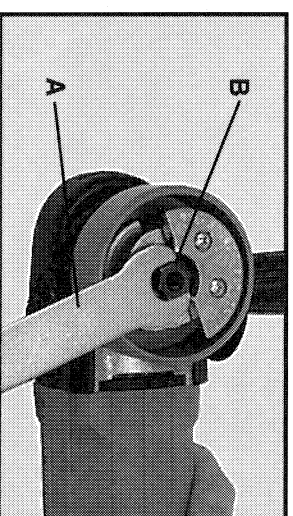

Fig. 6
2. Posicione la llave del husillo (A), Fig. 6, (surministrada con la herramienta) para acoplar las superficies planas del husillo (B), Fig. 6.